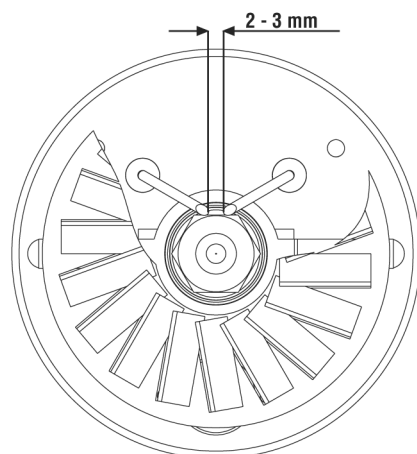

Рис. 1 Настройка положения электродов
- * Разобрать форсунку и прочистить отдельные части. Очистить электроды и настроить расстояние между ними, как показано на Рис. 1.
Проверить положение электродов и расстояние между ними согласно "Рис. 1 Настройка положения электродов" на стр. 13